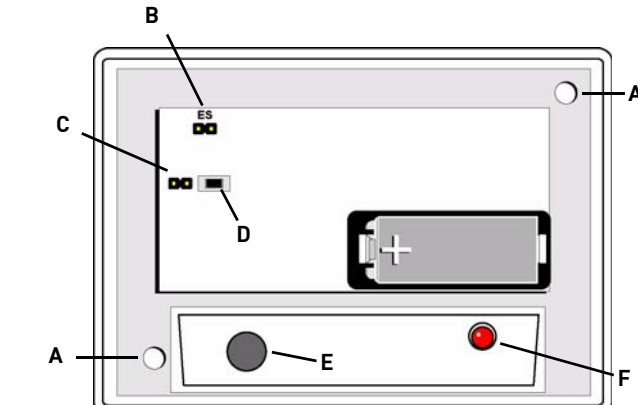

Fig. 1 Composants du EE1247
- Installez la pile (Fig. 1).
- Appuyez sur le bouton **Reset** pour initialiser l'émetteur (Fig.1).